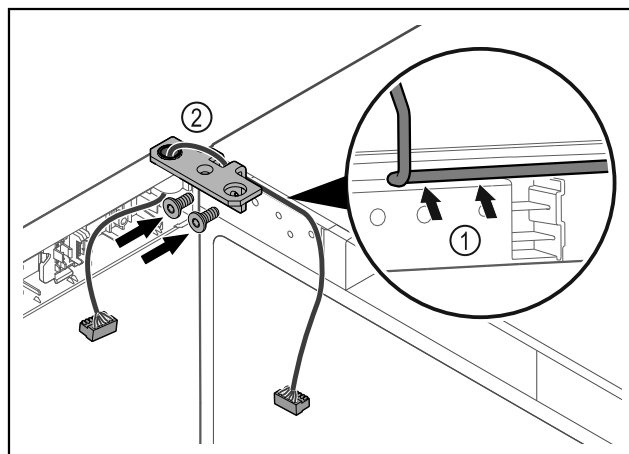

Fig. 45
- ▶ Vezesse át a kábelt a csuklópánton lévő nyíláson, majd óvatosan fektesse le Fig. 45 (1).
- ▶ Csavarozza fel a csuklópántot Fig. 45 (2).